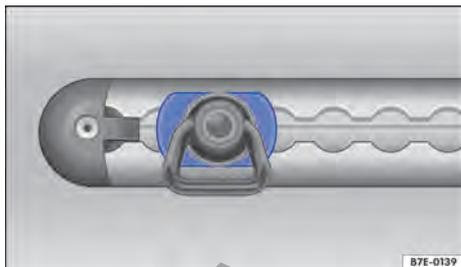

Fig. 125 En la zona de carga: rail de amarre con argolla de amarre (representación esquemática).
4. Asegúrese de que la argolla haya encastrado correctamente. Los lados de la argolla tienen que estar en posición horizontal → fig. 125.